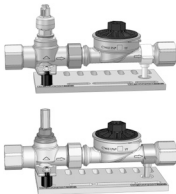

Bild 2 (Aufputz-Traversen)
- Wasserzählertraverse (Bild 2 und 3): Befestigungsmaterial für die Wandmontage ist im Lieferumfang enthalten.